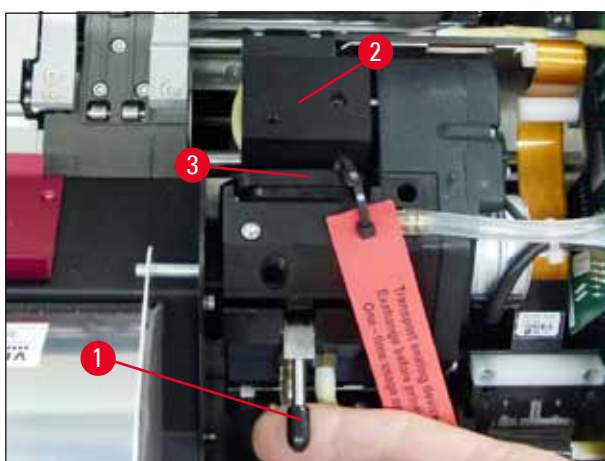

Abb. 34
4. Der Druckkopf (→ "Abb. 34-2") bewegt sich nach oben zu einer ca. 1 cm von der Dichtlippe entfernten Position (→ "Abb. 34").